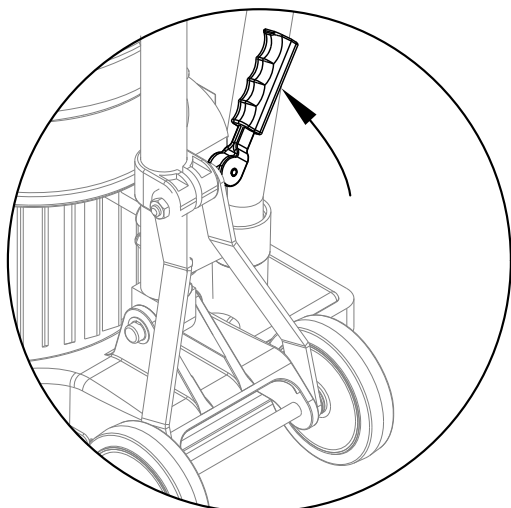

Figura 1
2. Eleve y bloquee la manija en posición vertical. Para trabar el mango, tire hacia arriba de la palanca de liberación de liberación del mango. Consulte la figura 1.